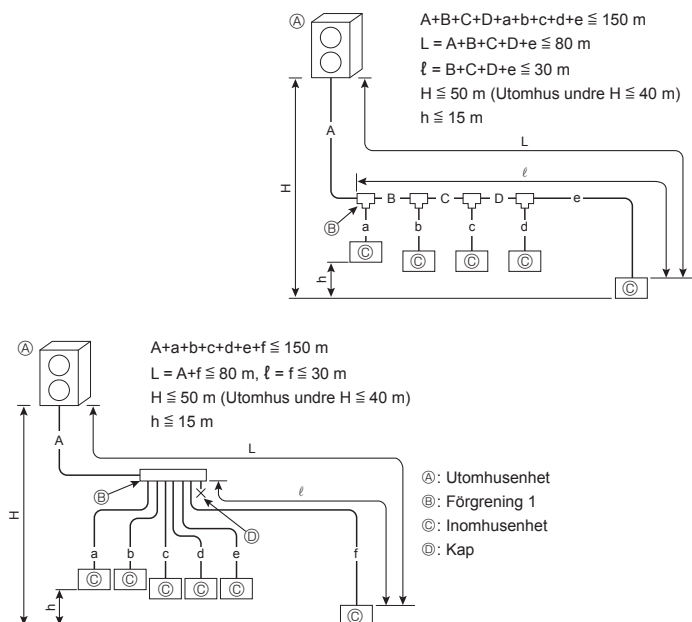

Fig. 4-1
4.1.1. Anslutning utan Avgreningsdosa (Fig. 4-1)